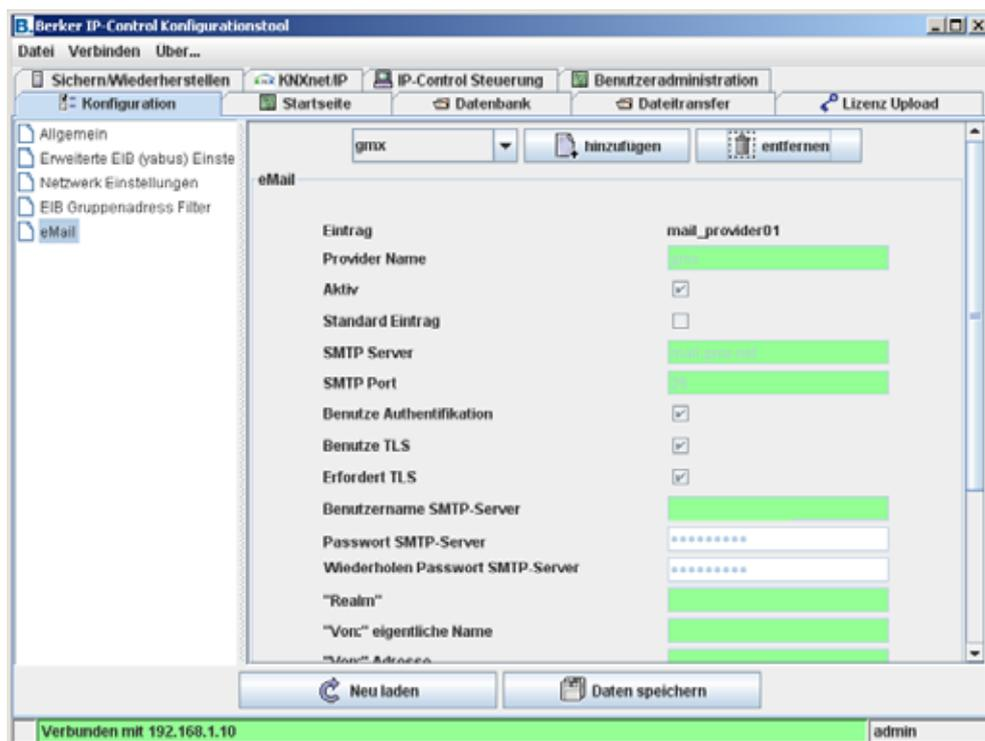

Bild 65: E-Mail Konfiguration
- Die Maske zum Verwalten und Anlegen der E-Mail Provider (Bild 65) öffnet sich.